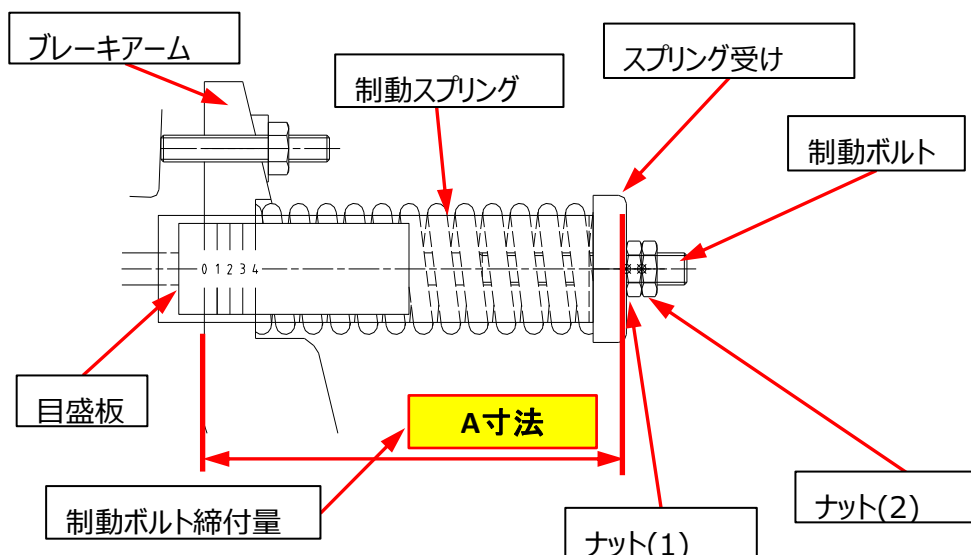

図 9 : シングルスプリング制動ボルト部
ブレーキアームを開放した後、元に戻す時は、ダブルスプリングタイプは写真10、シングルスプリングタイプは図 9 の様に組み立てて下さい。
- ① ブレーキON (ブレーキ電源OFF) であることを確認し、ブレーキが効いている状態にしてください。
- ② 制動スプリングは、巻上機及びモーターの出力によってセット荷重が異なるため「ナット(1)」の締込み量でスプリングのたわみ量（写真10、図9のA寸法）を調整して下さい。
- ③ ブレーキアームの端面が確実に目盛り板の「0」の位置に来る様「ナット(1)」を締込んで下さい。
- ④（写真10、図9）「ナット（2）」を締込み、しっかりと固定して下さい。